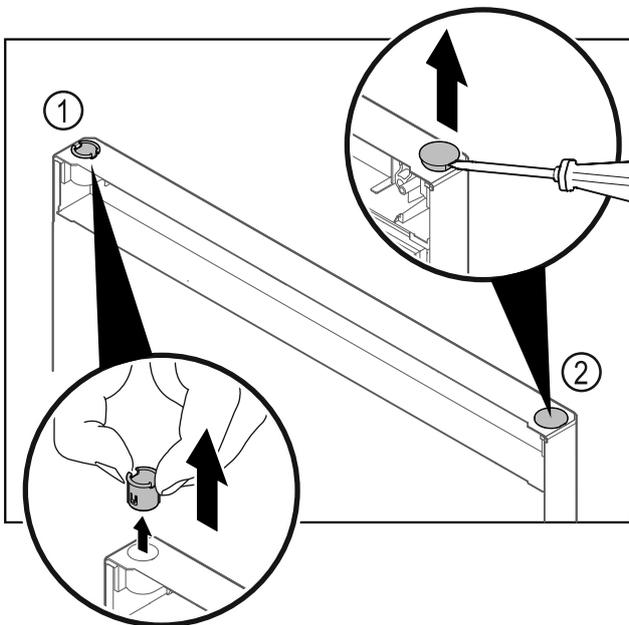

Fig. 39 冷冻区门
- ▶ 用手指拔出合页衬套 Fig. 39 (1)。
- ▶ 用带槽螺丝刀小心撬起盖塞 Fig. 39 (2)并将其拔出。